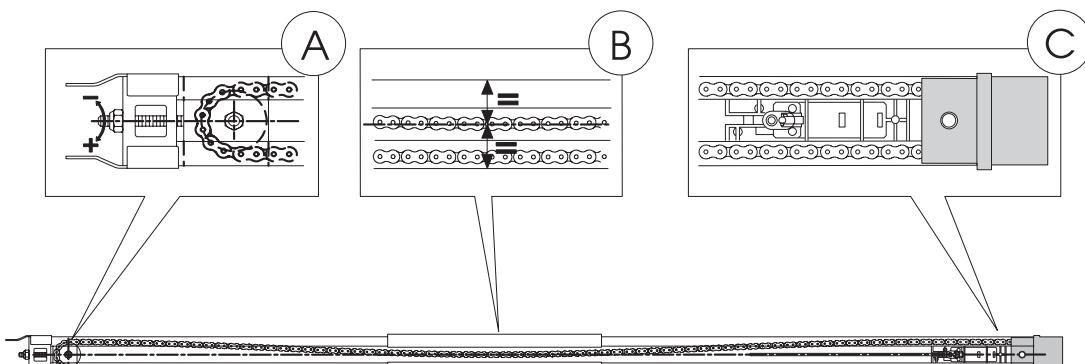

Fig. 8
- 5) Incline la guía de deslizamiento sobre el lado (Fig. 8)
- 6) Empuje el carro hasta que quede cerca del grupo de acoplamiento tracción (Fig. 8 ref. C).
- 7) Regule el tensor (fig. 8 ref. A) de modo que la zona central del bucle, formada por el tramo superior de la cadena, coincida aproximadamente con la línea media central de la guía de deslizamiento (Fig. 8 ref. B)